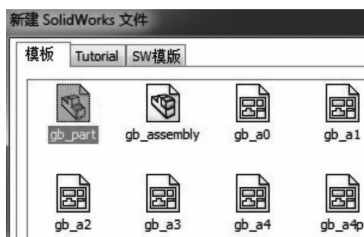

图 6-2 模板
(1) 图纸 在 SolidWorks 中可以将图纸理解为一张实际的绘图用纸。图纸用来放置视图、尺寸和注解。一张工程图可以用多张图纸来描述产品。
(2) 图纸格式 图纸格式包括图框、标题栏和必要的文字。
(3) 模板 SolidWorks 为工程图提供了一系列样式模板，也可以自定义模板，如图 6-2 所示。通过打开现有模板或任何工程图文件，来设定选项并插入项目，如标题块、基体零件等，然后将其保存为模板格式。